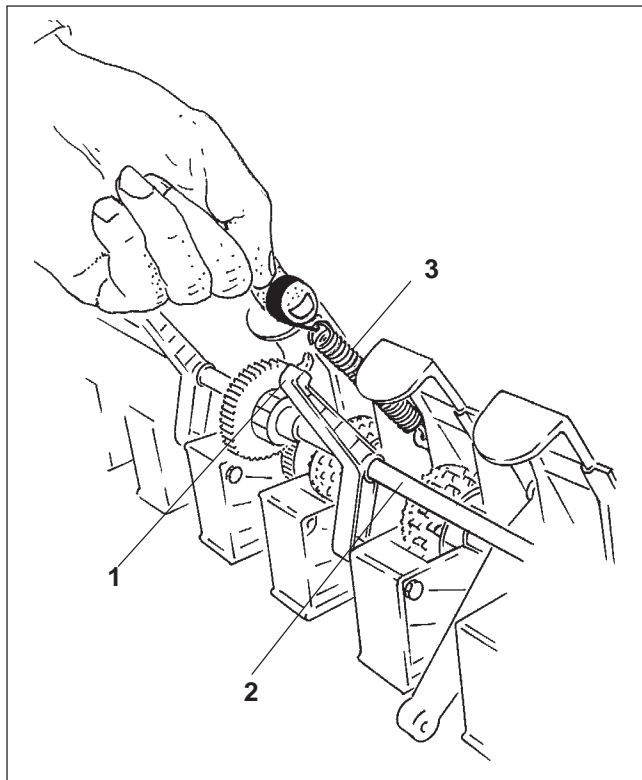
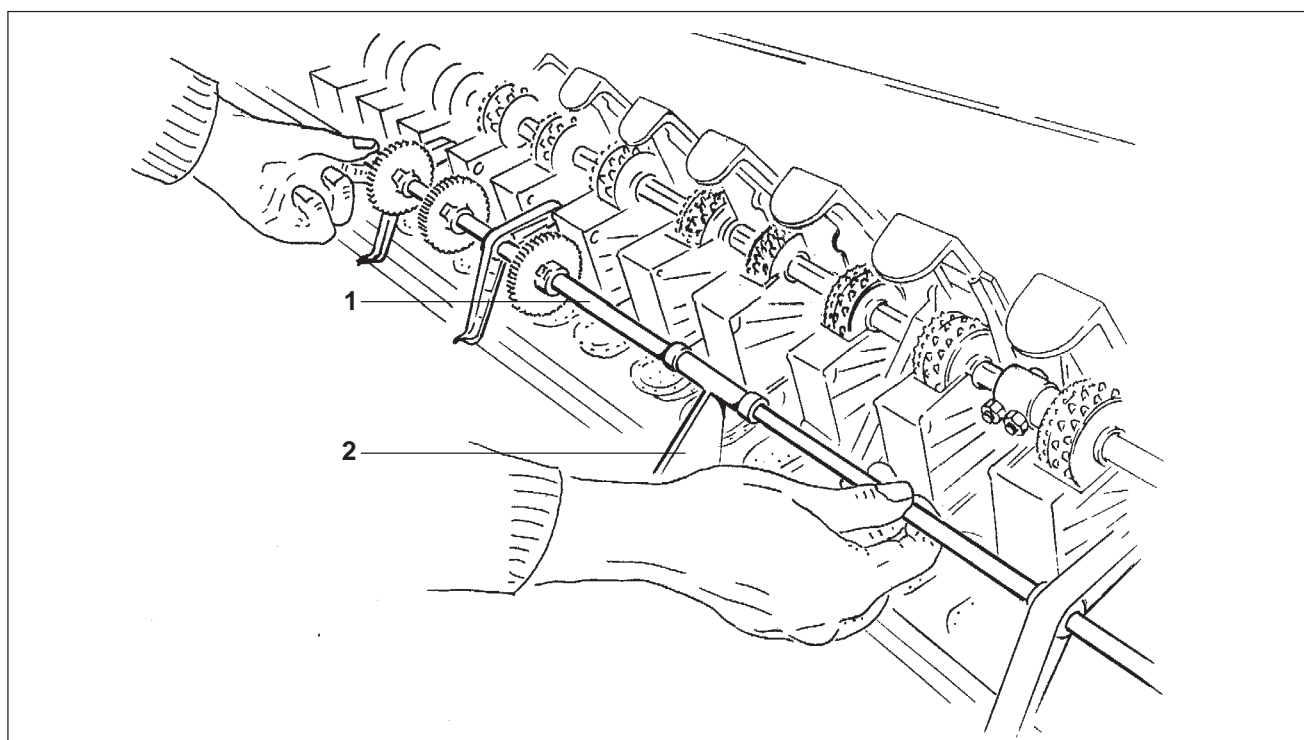

Fig. 18.23
Fig. 18.24
- Die Schwenklager (Fig. 18.23/1) der Vorgelegewelle (Fig. 18.23/2) sind federnd gelagert. Zugfedern (Fig. 18.23/3) entfernen und Vorgelegewelle (Fig. 18.24/1) herunterklappen. Dabei wird eine Halterung (Fig. 18.24/2), die die Vorgelegewelle axial sichert, aus der Aussparung eines Sägehäuses herausgezogen.